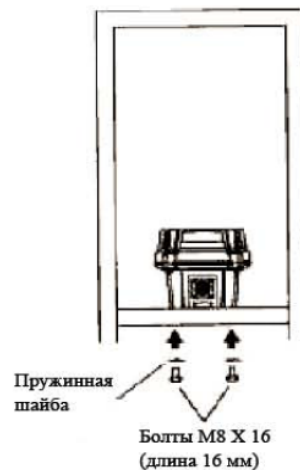

Рисунок 2
2. Закрепите поворотное устройство на монтажной плите опоры с помощью болтов М8 X 16 и пружинных шайб из комплекта поставки. Рекомендуется слегка смазать концы болтов тавотом, что в будущем облегчит демонтаж (см. Рисунок 2).